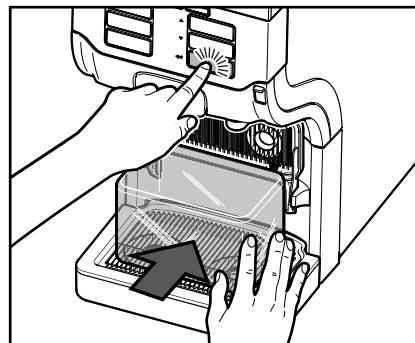

Fig. 47
5. Stil opsamlingsbeholderen under begge produktudløb, og tryk på enter-knappen ← (fig. 47).